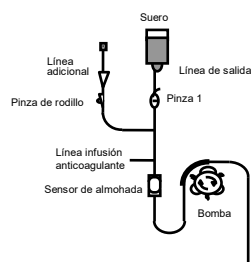

Fig.1
- 3) Insertar el tubo en la bomba y el sensor de almohada en su unidad (Fig.1).